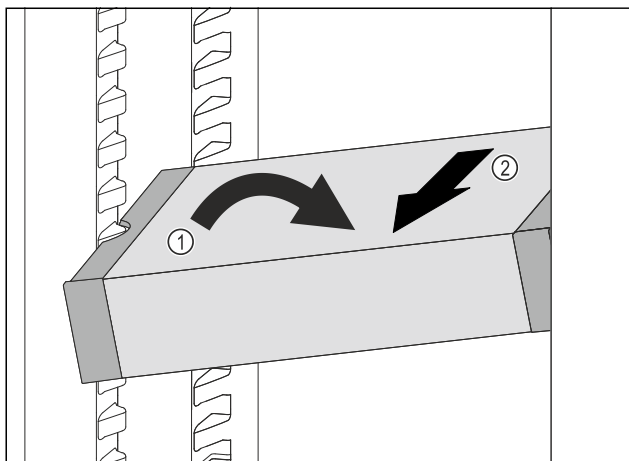

Fig. 122
- 在冷藏区中倾斜 VarioSafe。Fig. 122 (1)
- 向前取出 VarioSafe。Fig. 122 (2)